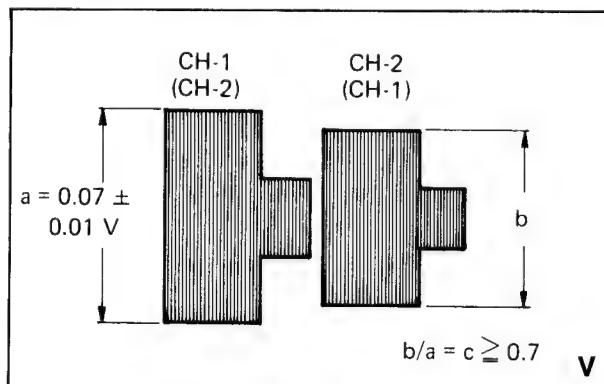

Bild 3-28
2. Tastkopf an TP 202, mit R 56 (Vor/Aufnahmeverst.-Platte) den größeren der beiden Kopfpegel auf 0,07 V_{ss} einstellen (Bild 3-28). Das Verhältnis des kleineren zum größeren Pegel muß größer als 0,7 sein.